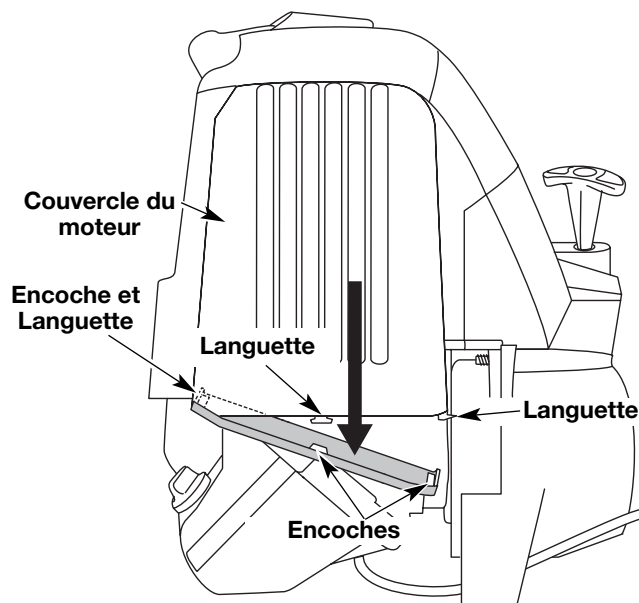

Fig. 39
1. Retirez le couvercle du silencieux en appuyant sur le coin à l'aide d'un tournevis à lame plate (Fig. 39). Glissez les encoches sur les côtés du couvercle par-dessus les languettes du couvercle du moteur et retirez le couvercle.
2. Enlevez les deux vis (2) du haut du couvercle du moteur à
13. Remplacez le couvercle du silencieux. Glissez avec un déclic les encoches sur les côtés du couvercle par-dessus les languettes du couvercle du moteur (Fig. 39).